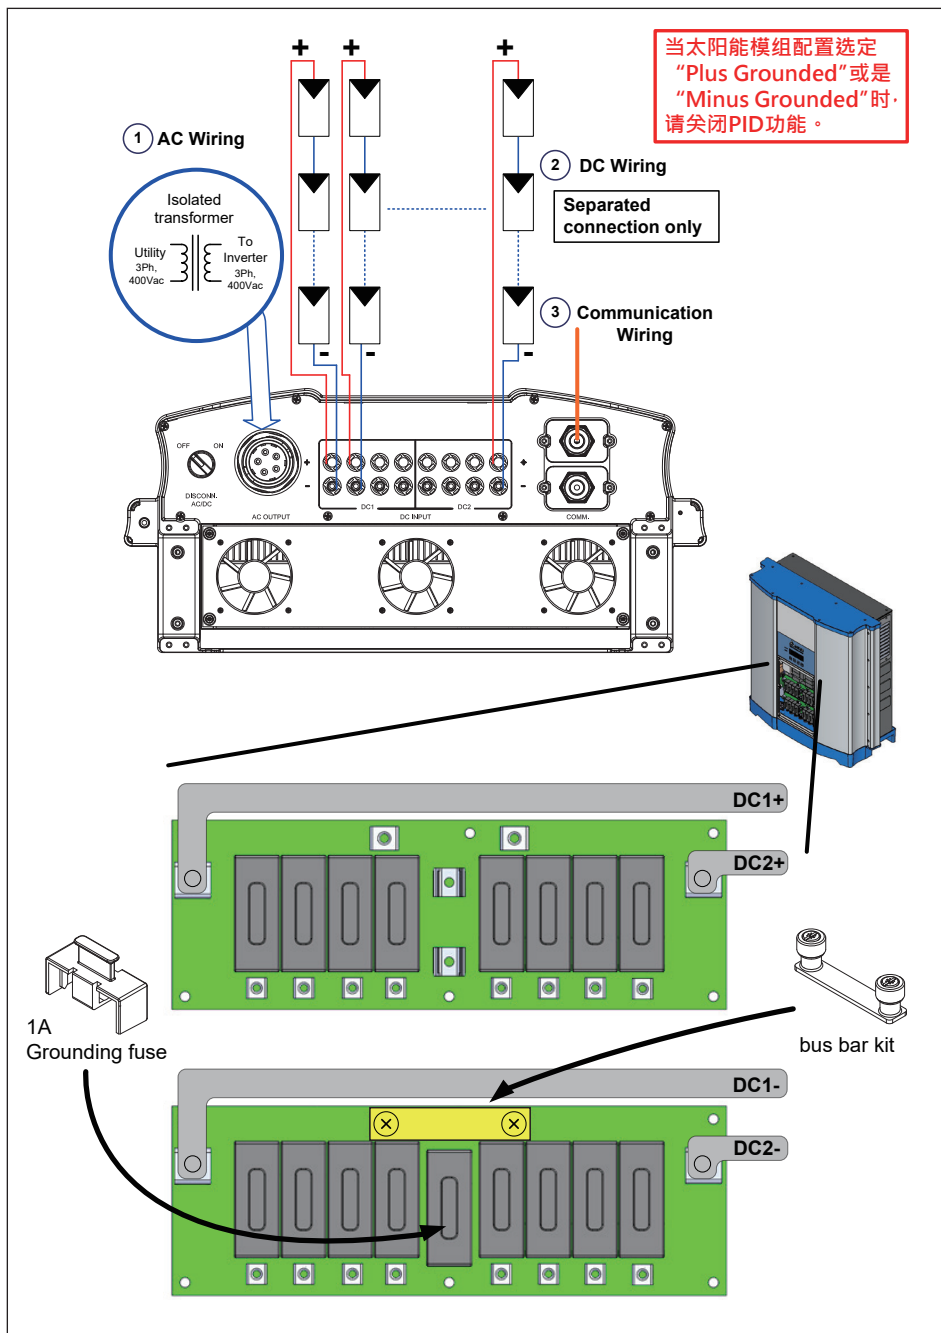
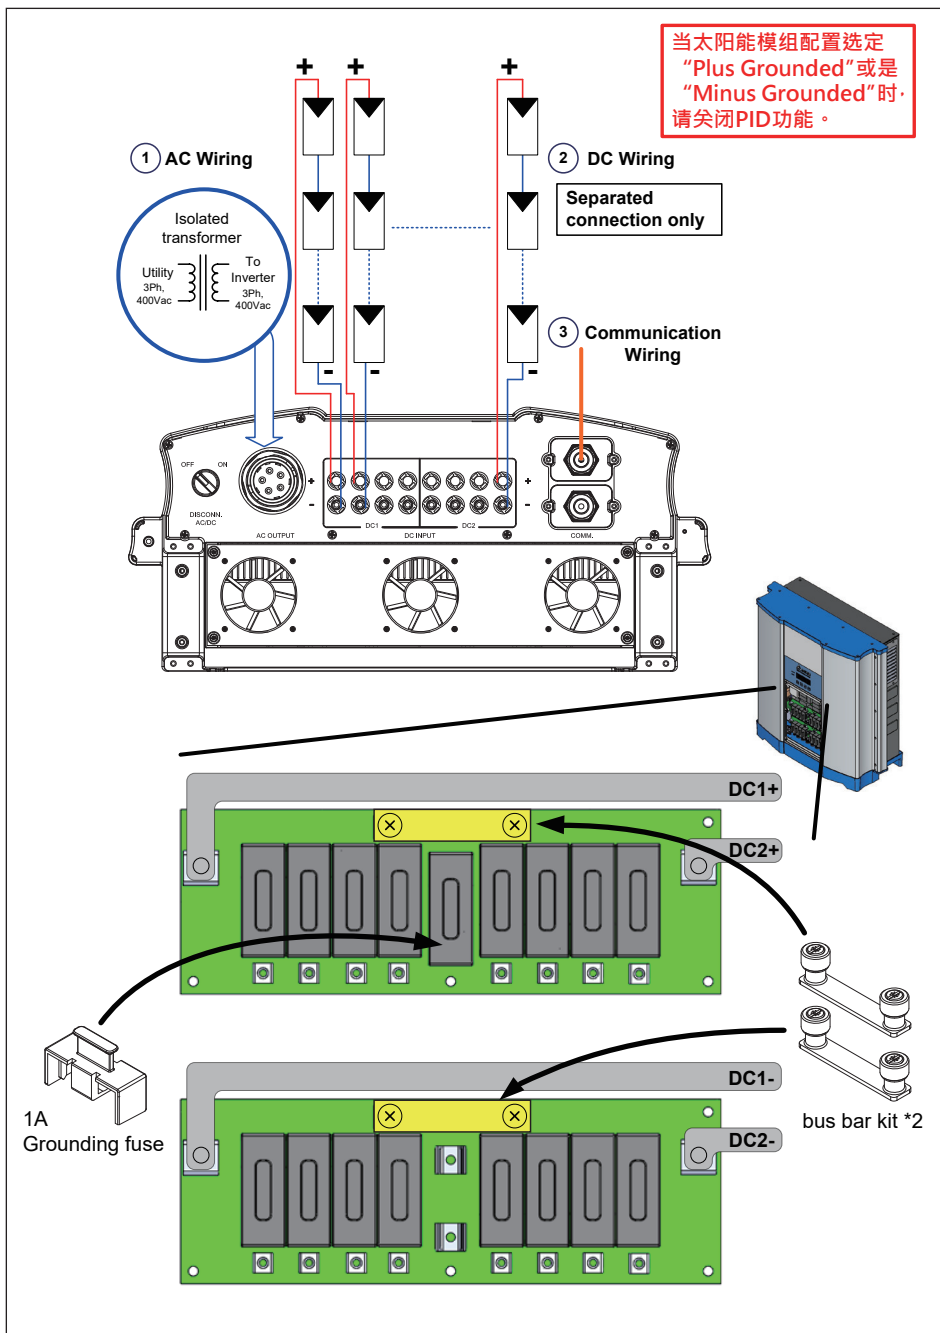

图4-3 : M30A_120 DC端负接地配线图
图4-4：M30A_120 DC端正接地配线图
- RPI系列机种内部并未附带隔离变压器。若太阳能板为正端接地或负端接地时，使用者须于AC端加装外部隔离变压器，并于逆变器内安装1000V/1A之midget型接地保险丝与短路导电片。详细的接线方式请参考图 4-3、图 4-4。